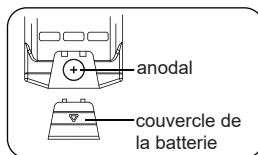

Fig. 1
1. Insérez la pile CR2032 dans l'altimètre en orientant la borne positive vers l'extérieur (Fig. 1).